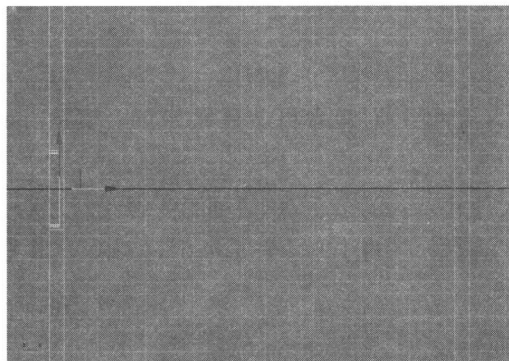
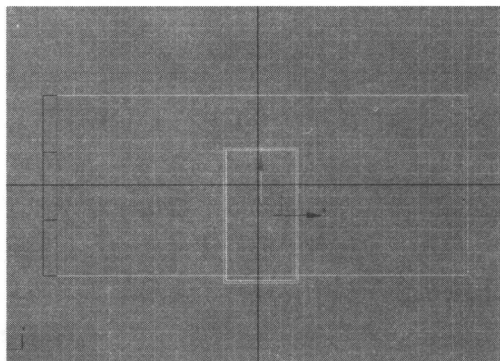

图 2-5 挤出后的效果
图 2-6 对齐后的效果
Step 7 回到【创建】面板，在【名称和颜色】卷展栏中将其命名为“门框”。切换回顶视图，利用移动工具 将“门框”移动到“左墙壁”如图 2-5 所示的位置，再切换到左视图，将“左门框”对齐到门洞中，如图 2-6 所示。